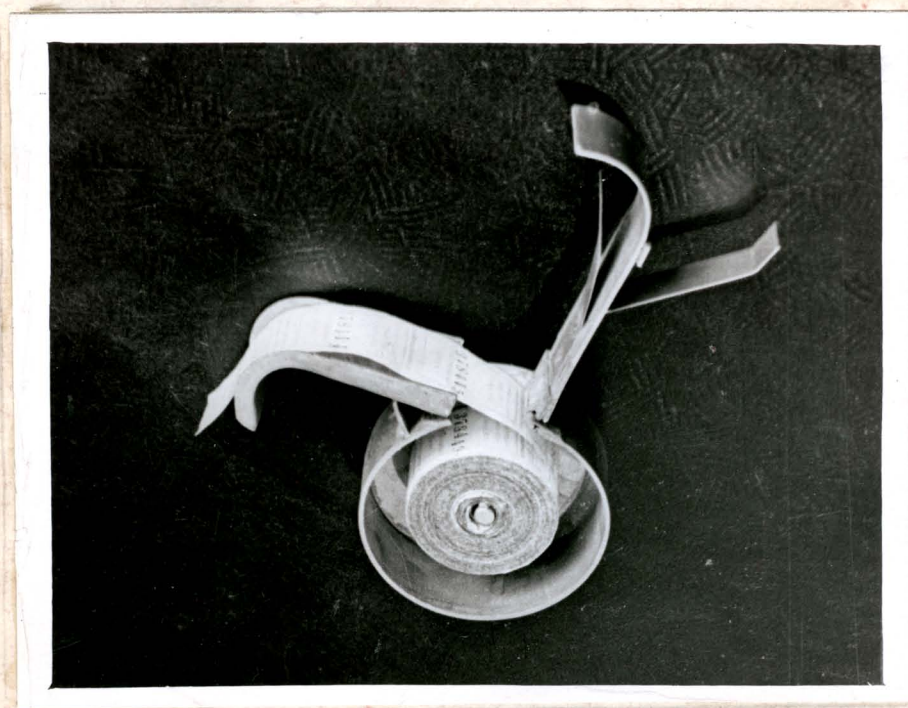

Рис. 1
2. Открыть крышку кассеты и заправить в неё билетную катушку / рис. 1 /.